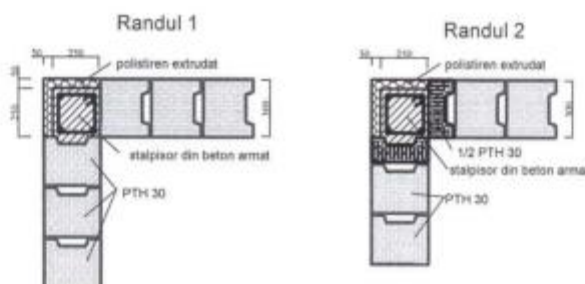

Figura 5.
(7) În cazul zidărilor realizate cu elemente cu înălțimea ≥ 150 mm și cu lățimea egală cu grosimea zidului legăturile la colțuri între pereți se vor face ca în figura 5.